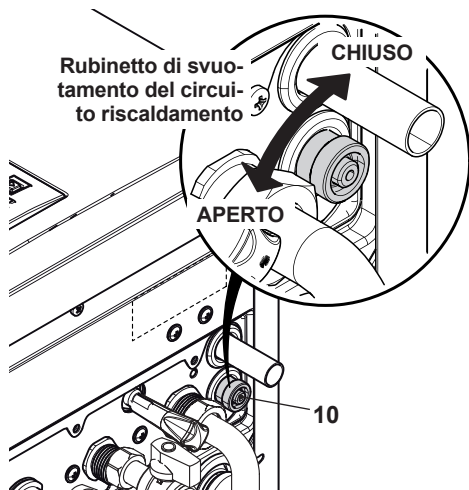

Figura 9.9
- Allentare il rubinetto di svuotamento del circuito riscaldamento 10 indicato in Figura 9.9.